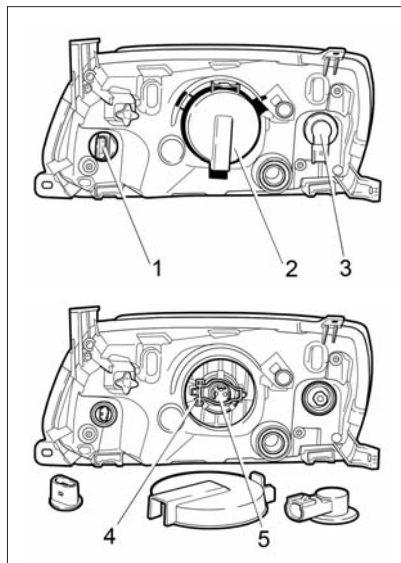

Рис. 59. Блок-фара
Для доступа к лампе ближнего/дальнего света выньте защитную крышку 2 (рис. 59), отсоедините колодку жгута проводов и снимите резиновый кожух лампы, отведите поочередно в стороны «усики» 4 пружины лампыдержателя, предварительно нажав на них, выньте лампу 5 из посадочного места рефлектора. Монтаж новой лампы проводите в обратном порядке. Все работы по установке галогеновой лампы проводите в перчатках во избежание оставления следов на колбе лампы. После установки лампы ближнего/дальнего света убедитесь в плотном прилегании резинового кожуха на цоколе лампы и корпусе блок-фары.
Рис. 59а. Задний фонарь автомобиля с кузовом «седан»
Рис. 59б. Задний фонарь автомобиля с кузовом «лифтбек»
Для снятия ламп в заднем фонаре автомобиля с кузовом «седан» (рис. 59а) проредите следующие действия:
Рис. 59в. Снятие заглушки опоры полки
Для снятия ламп в заднем фонаре автомобиля с кузовом «лифтбек» (рис. 59б) проредите следующие действия:
- нажмите пальцем через отверстие в заглушке опоры полки на защелку 1 (рис. 59в);
Рис. 59г. Боковой указатель поворота
Для замены лампы в боковом указателе поворота 1 (рис. 59г) снимите его с автомобиля. В гнез-